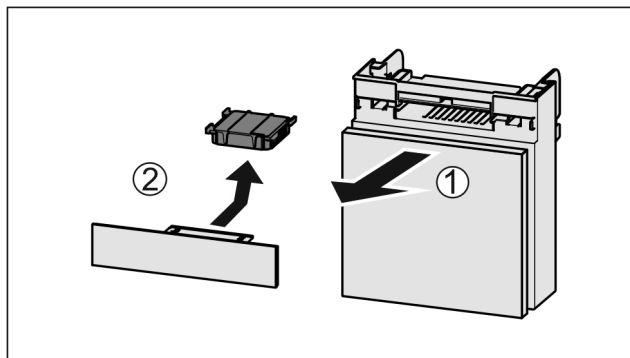

Fig. 116
- 向前拉出 Fig. 116 (1) 抽屉。
- 取出 Fig. 116 (2) 活性炭过滤器。